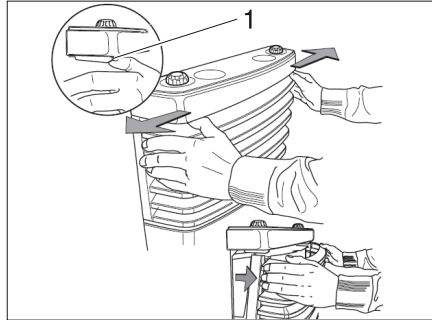

Bild 105 Ta bort höljets framdel från värmeaggregatet
- Ta bort höljets framdel från värmeaggregatet. Tryck förslutningsfjädrarna (Bild 105,1) ut till sidorna, sväng klädseln framåt och lyft ur de undre lagren.